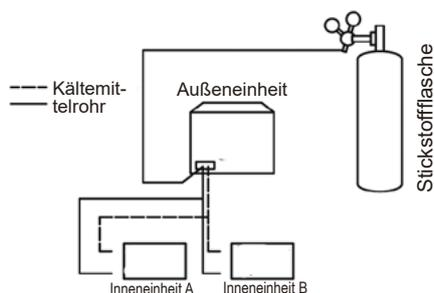

Abb. 5.15
4. Verschließen Sie alle Öffnungen auf der Flüssigkeits- bzw. Kältemittelseite mit Stopfen, außer der Öffnung an der Inneneinheit, die am weitesten von den Außeneinheiten entfernt ist („Innengerät A“ in Abb. 5.15)